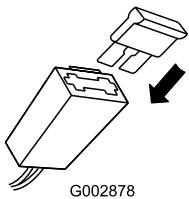

Bild 28
2. Setzen Sie die Sicherung in den Sicherungshalter ein (Bild 28).